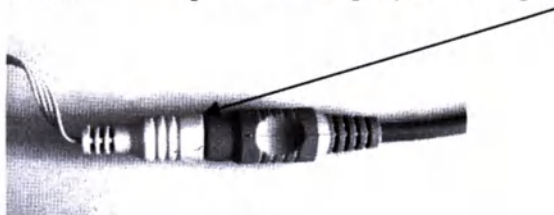

Рисунок 9.22
9.7.3.2 Подключите одноразовый датчик к кабелю инвазивного АД (рис. 9.22).